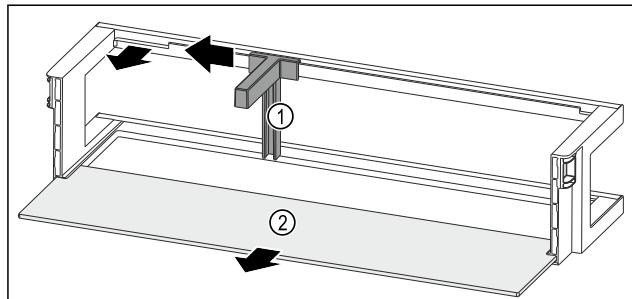

Fig. 120 Vratna polica z držalom za steklenice in odlagalno polico
- Držalo za steklenice Fig. 120 (1) potisnite povsem na stran do odprtine.
- Odstranite držalo za steklenice Fig. 120 (1).
- Odstranite polico za odlaganje Fig. 120 (2).